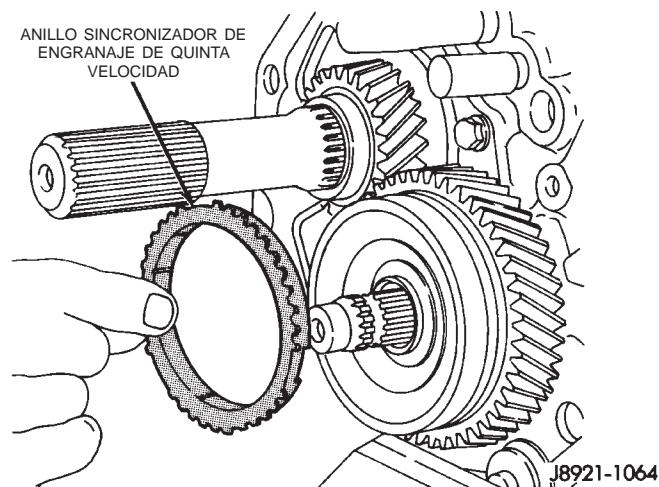

Fig. 53 Desmontaje de anillo sincronizador del engranaje de quinta velocidad
(5) Retire el anillo sincronizador del engranaje de quinta velocidad (Fig. 53).